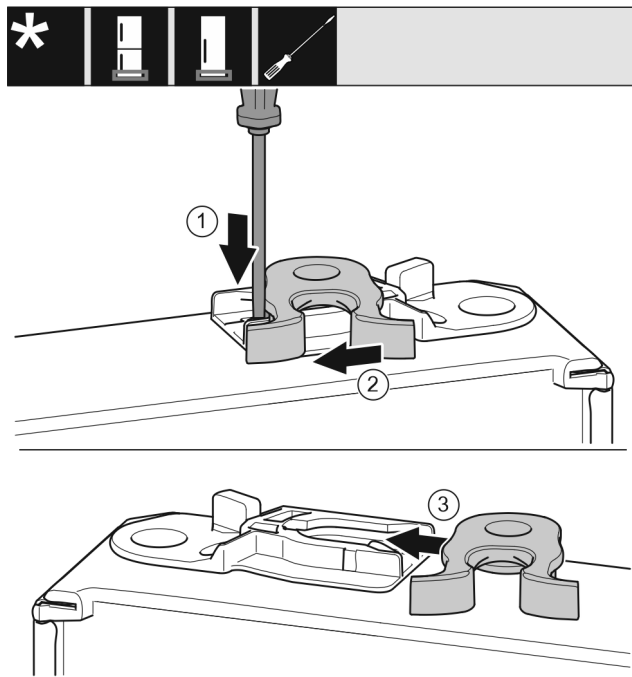

Fig. 51 \*
- ▶ Plochým šroubovákem přitlačte lamelu Fig. 51 (1) dolů.\*
- ▶ Vytáhněte petlici Fig. 51 (2) z vedení.\*
- ▶ Petlici Fig. 51 (3) zasuňte do vedení na druhé straně.\*